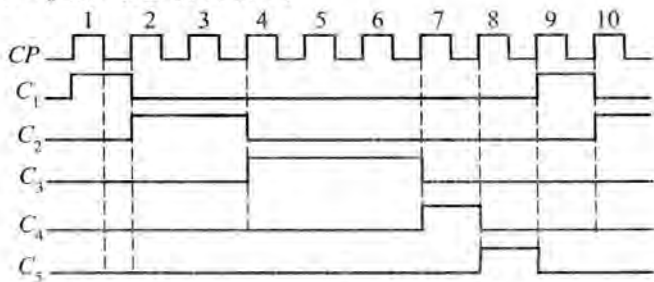

图 5.3.18 例 5.12 题图
【例 5.12】 某数控机床需用如图 5.3.18 所示的控制脉冲序列,试设计能满足该控制要求的电路。
(1) 由图 5.3.18 可见, C_i 每 8 个 CP 波形呈一个周期, 另外, 还具有序列输出的基本特性, 即 $C_i = nT_{CP}$ 。
(2) 方案比较: 图(a)中用 8 位脉冲分配器和门级组合电路实现, 为两级电路; 图(b)中需要计数、译码和组合电路实现, 为三级电路。显然方案(a)要好些。
(3) 各块电路设计。
① 脉冲分配器采用 2 块 4 位双向移位寄存器构成, 将其首尾相连, 构成环状, 控制信号设置使其先置入唯一的 1, 然后执行右移功能, 各 Q 端顺次实现一个 CP 周期的高电平脉冲。
② 按图 5.3.18 中波形图设计组合电路, 由顺序脉冲中产生所需控制脉冲。由图可见